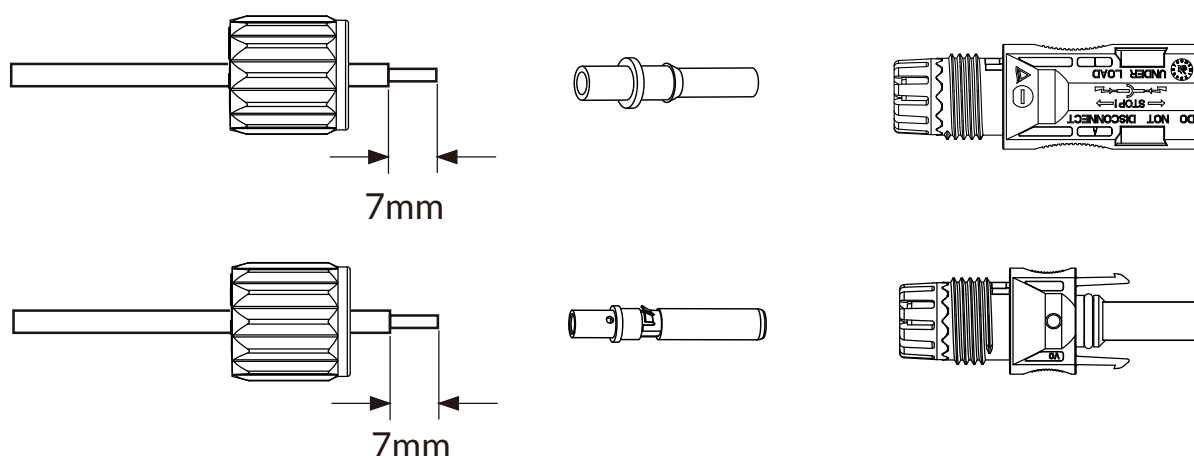

Figura 5.3 Desmonte a capa do conector
- Remova a cobertura do condutor CC em aproximadamente 7 mm, desparafuse a porca da capa do conector (consulte a figura 5.3).